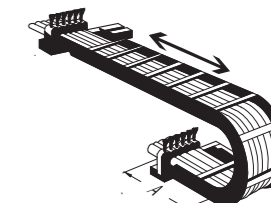

Bild 2
- Bei langen Energieführungsketten, bei denen sich das Obertrum wieder auf das Untertrum aufliegt, befestigen Sie die Leitungen nur am Mitnehmerende (→ Bild 2).